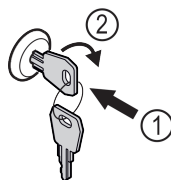

Fig. 240
- Dugja be a kulcsot. Fig. 240 (1)
- Forgassa el a kulcsot 90°-kal az óramutató járásával megegyező irányba. Fig. 240 (2)